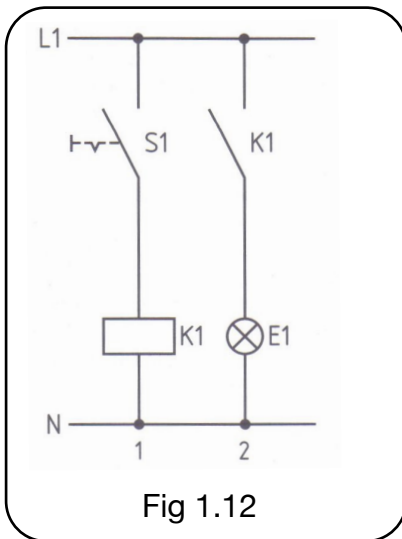

Fig 1.12
Fig 1.12 toont het stroomkringschema van een eenpolige schakeling met lamp E1 die je bedient met schakelaar S1. Als S1 sluit krijgt spoel K1(1) stroom, contact K1(2) sluit waardoor E1 brandt.